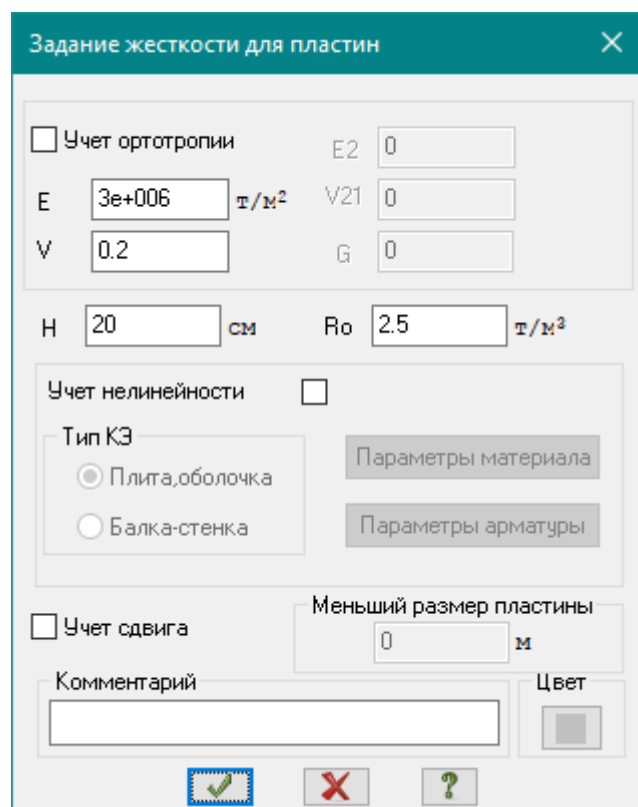

Рис.18.7. Диалоговое окно **Задание жесткости для пластин**
- В окне **Задание жесткости для пластин** (рис.18.7) задайте параметры сечения **Пластины** (для плиты перекрытия):